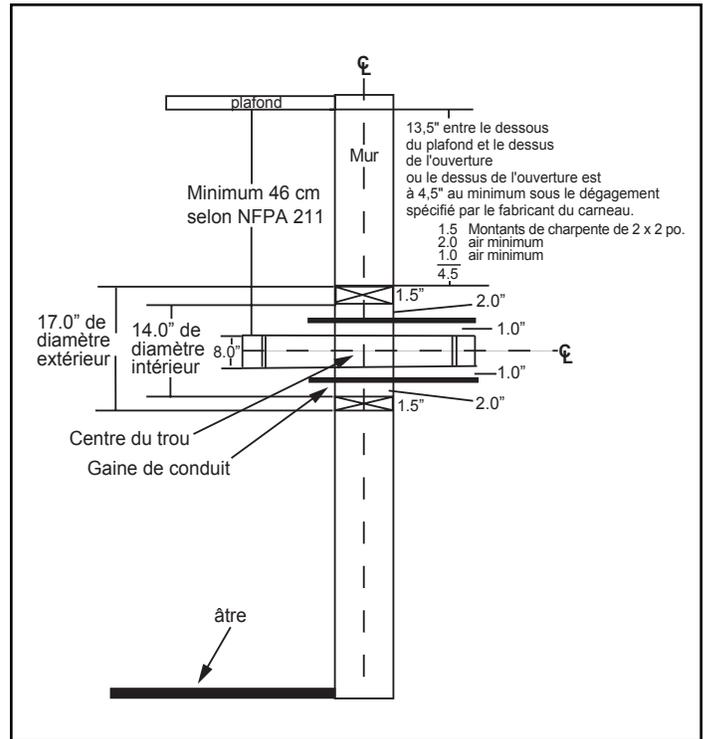

Figure 4.3
- L'ouverture en haut du mur doit être à 343 mm (13-1/2 po) minimum du plafond ou à 114 mm (4-1/2 po) au-dessus du dégagement minimum spécifié par le fabricant du carneau. Le dégagement vertical minimum selon NFPA 211 est de 457 mm (18 po) depuis le carneau et le plafond ou égal à la valeur minimale recommandée par le fabricant du carneau. Figure 4.3
1. Pratiquez une ouverture dans le mur intérieur à la hauteur prévue pour l'entrée du conduit de fumée dans la cheminée en maçonnerie. Figure 4.3